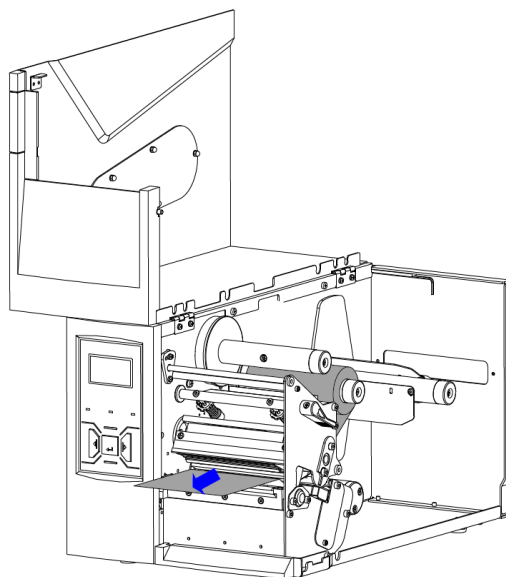

Рисунок 2-8 Пропустите ленту через узел печатающей головки
5. Следуйте по пути движения ленты, указанному на рисунке 2-4, проведите ленту под направляющим механизмом ленты и пропустите через узел печатающей головки, убедитесь, что красящая сторона ленты обращена к носителю. См. рис. 2-8.